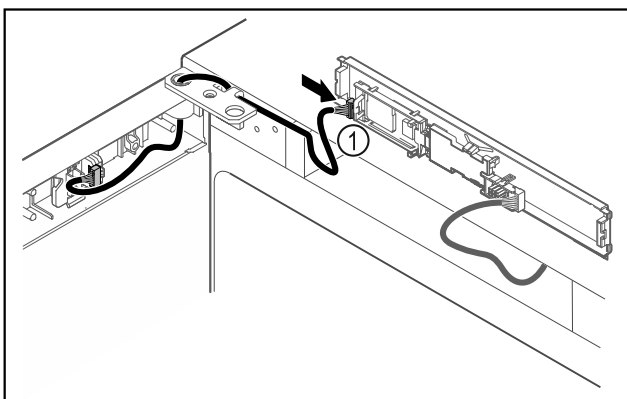

Fig. 50
- ▶ Sätt in kontakten Fig. 50 (1) på kretskortet.